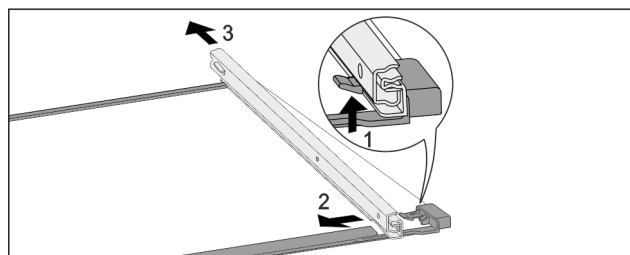

Fig. 71 Placa de sticlă cu șine
- ▶ Apăsați în sus cârligul de blocare frontal. Fig. 71 (1)
- ▶ Îndepărtați șinele de extragere prin împingere în lateral Fig. 71 (2) și spre spate Fig. 71 (3).